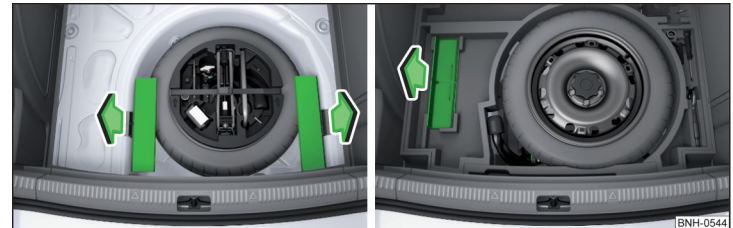
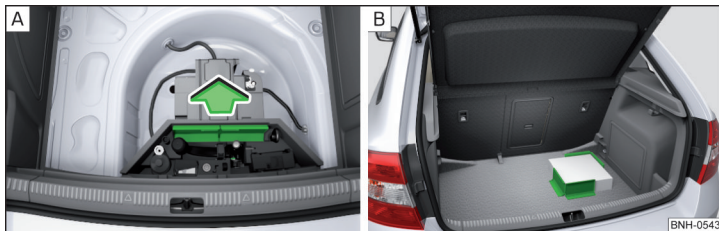

Abb. 109 Cargo-Elemente herausnehmen: Variante 1 / Variante 2
Abb. 110 Cargo-Elemente herausnehmen: Variante 3 / Befestigungsbeispiel der Ladung
- Zum **Gebrauch** die Cargo-Elemente in Richtung der Pfeile herausnehmen » Abb. 109 und » Abb. 110 - [A].
- Die Ladung mittels der Cargo-Elemente möglichst in der Nähe der Rücksitze befestigen » Abb. 110 - [B].